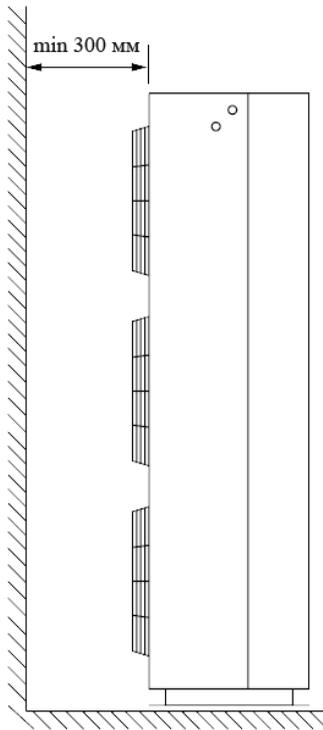

Рисунок 3
- 7.4. Минимальное расстояние от стены до задней стенки агрегата должно составлять не менее 300 мм (см. рисунок 3).